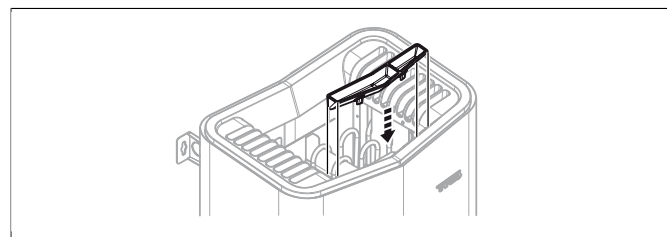

Рисунок 9: Установка подставка для флакона с ароматизатором/увлажнителя воздуха
7. Установите чашу для трав/увлажнитель воздуха (см. **Рисунок 9**, страница 4).